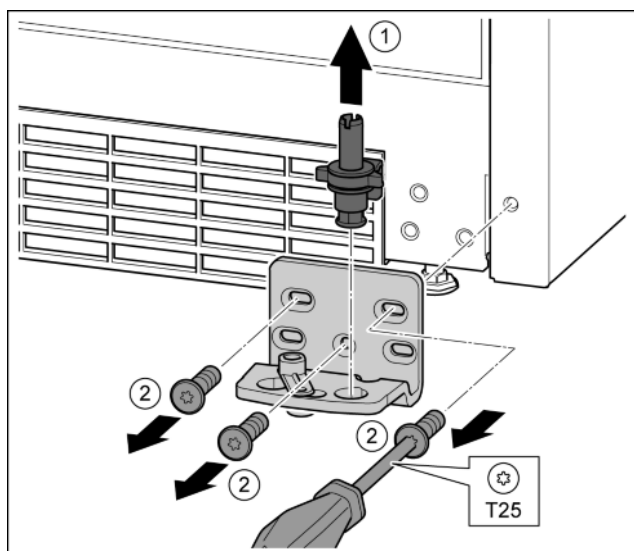

Fig. 11
- ▶ Kompletną płytkę zawiasu wyjąć w górę. Fig. 11 (1)
- ▶ Śruby wykręcić przy pomocy śrubokręta T25 i zdjąć płytkę zawiasu Fig. 11 (2)